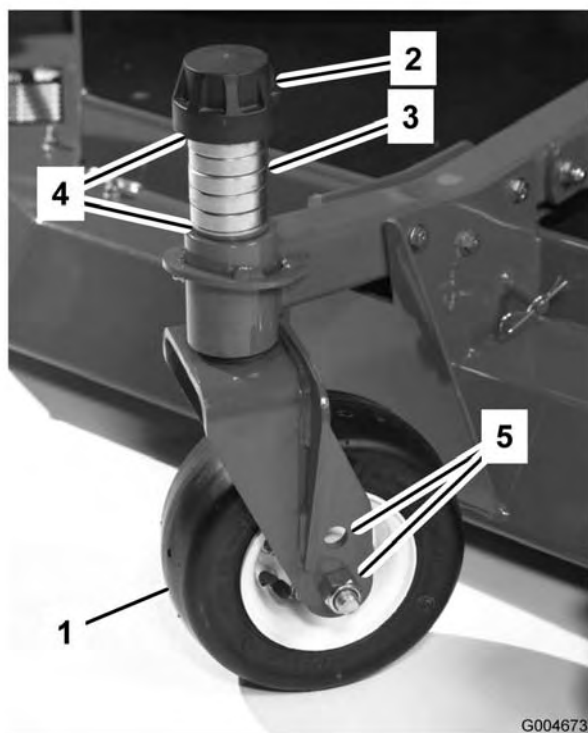

Figura 14
3. Retire el casquillo tensor del eje (Figura 14) y deslice el eje fuera del brazo de la rueda giratoria. Coloque los dos suplementos (3 mm) en el eje de la misma forma que en la instalación original. Estos suplementos son necesarios para obtener el mismo nivel en toda la anchura de las unidades de corte. Coloque el número adecuado de espaciadores de 1/2 pulgada (consulte la tabla siguiente) en el eje para conseguir la altura de corte deseada, luego coloque la arandela en el eje.